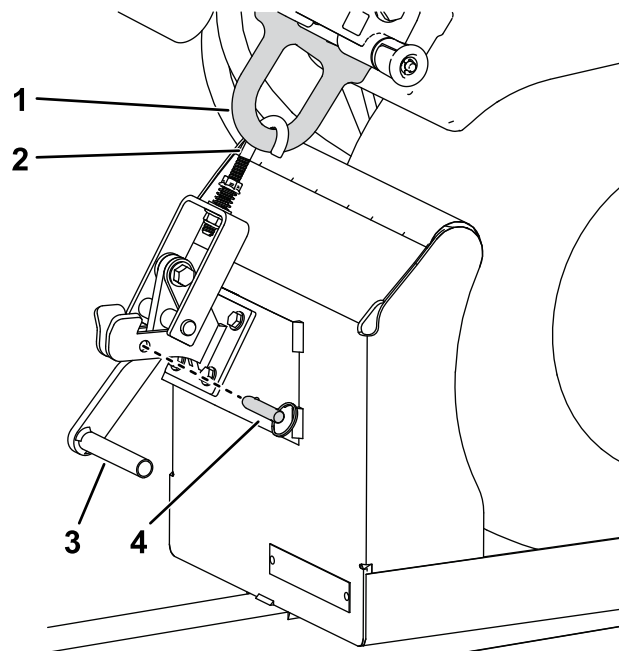

図 6
7. ロックレバーを押し下げ、クイックリリースピン 図 6 で固定する。